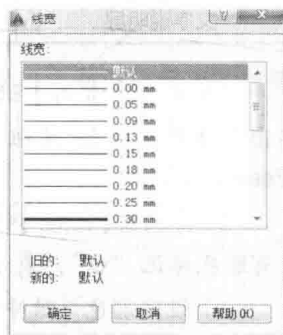

图 1-10 【线宽】对话框
(7) 设定线宽。选中“主回路层”，单击与所选图层关联的线宽图标 默认，弹出【线宽】对话框，如图 1-10 所示。指定线宽为 0.5mm，单击 **确定** 按钮，完成对图层线宽的设置。
(8) 指定当前层。选中“主回路层”，单击 按钮，图层前出现绿色标记“√”，说明“主回路层”为当前层。
(9) 关闭【图层特性管理器】对话框，单击【绘图】面板上的 按钮，任意绘制几条线段，这些线段的颜色为黑色，线宽为 0.5mm。单击状态栏中的 按钮，使这些线条显示出线宽。
(10) 设定“控制回路层”或“虚线层”为当前层，绘制线段，